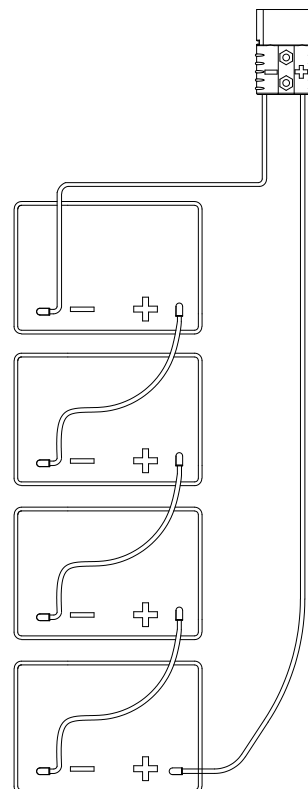

Figura 6
La macchina necessita di quattro batterie da 6 V, collegate e installate nelle posizioni indicate in Figura 6.
4. Installare i cavi della batteria come mostrato in (Figura 6), quindi serrare con cura il dado su ciascun terminale della batteria.